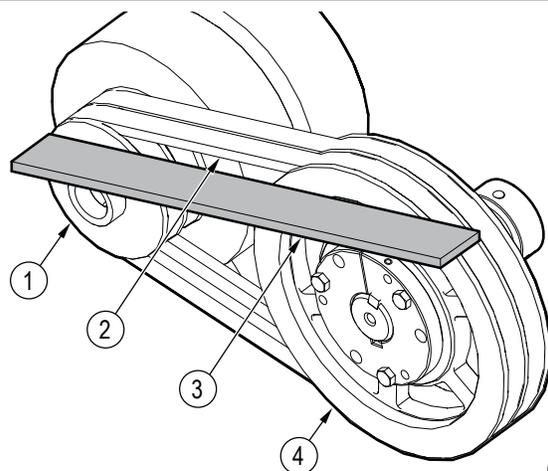

Fig. 40 – Vérifiez l'alignement de la courroie d'entraînement.
1. Placez une règle droite le long de la face de la poulie du rotor et orientez l'extrémité opposée vers le volant d'embrayage du moteur. Veillez à ce que la règle droite soit parallèle à la face de la poulie du rotor. Voir Fig. 40.
- Si le bord du volant d'embrayage du moteur est aligné avec la règle droite, la courroie d'entraînement est alignée. Les étapes suivantes ne sont pas nécessaires. Voir Fig. 40.